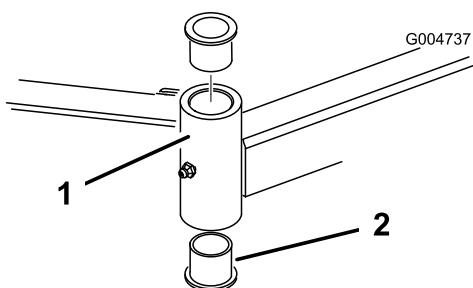

Figure 87
4. Insérez un chasse-goupille dans le haut ou le bas du tube de montage et chassez la bague hors du tube (Figure 87). Chassez ensuite l'autre bague. Nettoyez l'intérieur des tubes de montage.